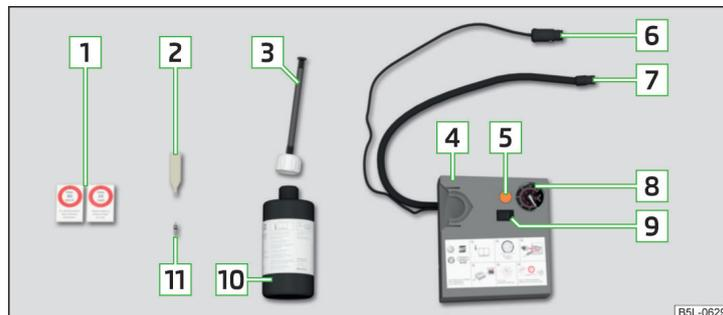

Fig. 164 Description du kit de dépannage
- Collez l'autocollant  » fig. 164 à la page 149 sur le tableau de bord dans le champ de vision du conducteur.